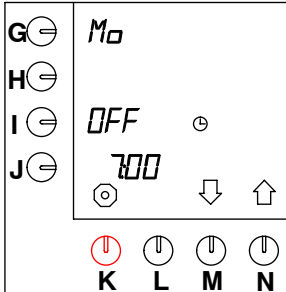

Fig. 32 Aquecimento prévio do recipiente
- No visor, aparece “OFF”(desactivada) no campo ao lado da tecla de programação (I.). Consulte a fig. 32 .